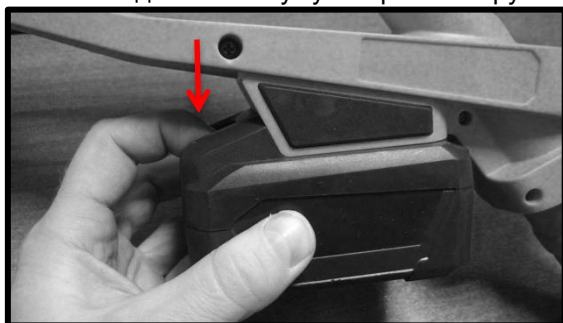

Рис.9
7.4. Снятие аккумулятора (Рис.9, 9а).
Рис.9а